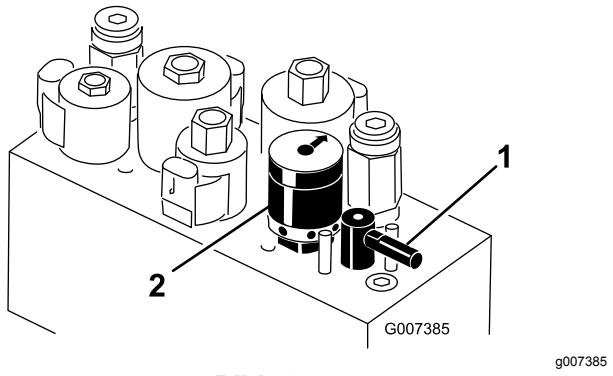

Bild 56
4. Drehen Sie den Läpphebel in die R-Stellung (Bild 56).
5. Drehen Sie den Spindeldrehzahlregler auf die Einstellung 1 (Bild 56).